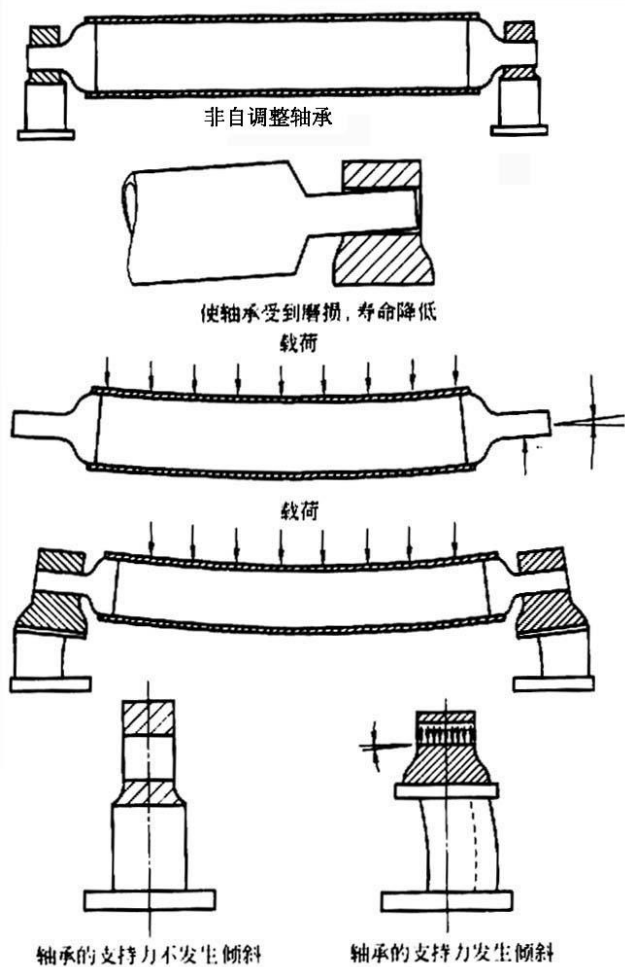

图 77 弹性匹配的示意
2、滚轴在载荷的作用下发生弯曲（如图 77 所示），使轴线不重合，并使轴承内部发生严重磨损。不将滚轴放置在旋转轴承上，如何避免以上问题的发生？
解决上述问题的措施是设计一个用焊接方法制成的钢制轴承，该轴承在同样载荷下与轴弯曲的角度相同，使得轴承与轴在同一中心线上，这种技术称为弹性匹配，如图 77 所示。